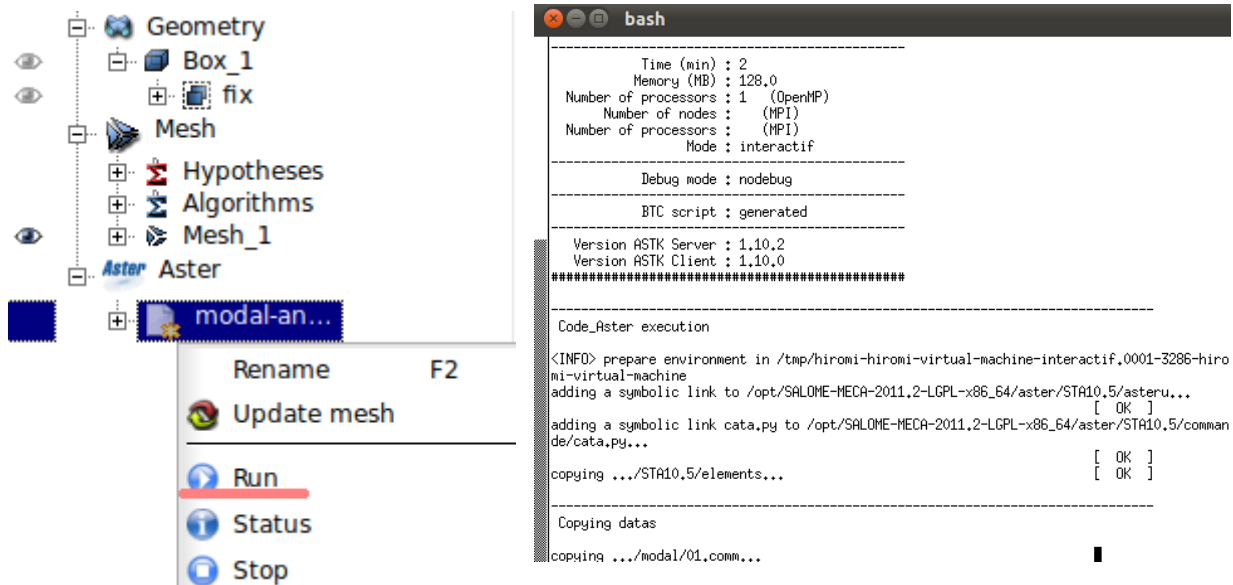

図 24 計算実行
④Object Browser内のAster>modal-analysis上で右クリックし、「Run」を選択すると計算が始まる。(参照：図 24)